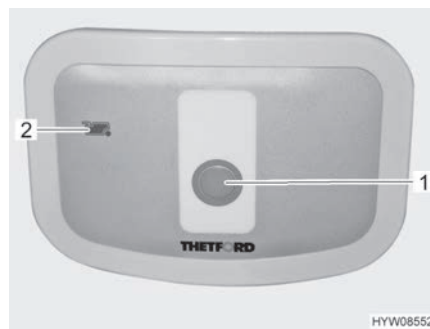

Bild 82 Spolknapp/kontrollampa (Thetford-toalett)
- För att spola, tryck på den blå spolknappen (Bild 82,1).
- Kontrollampen (Bild 82,2) lyser när latrintanken måste tömmas.